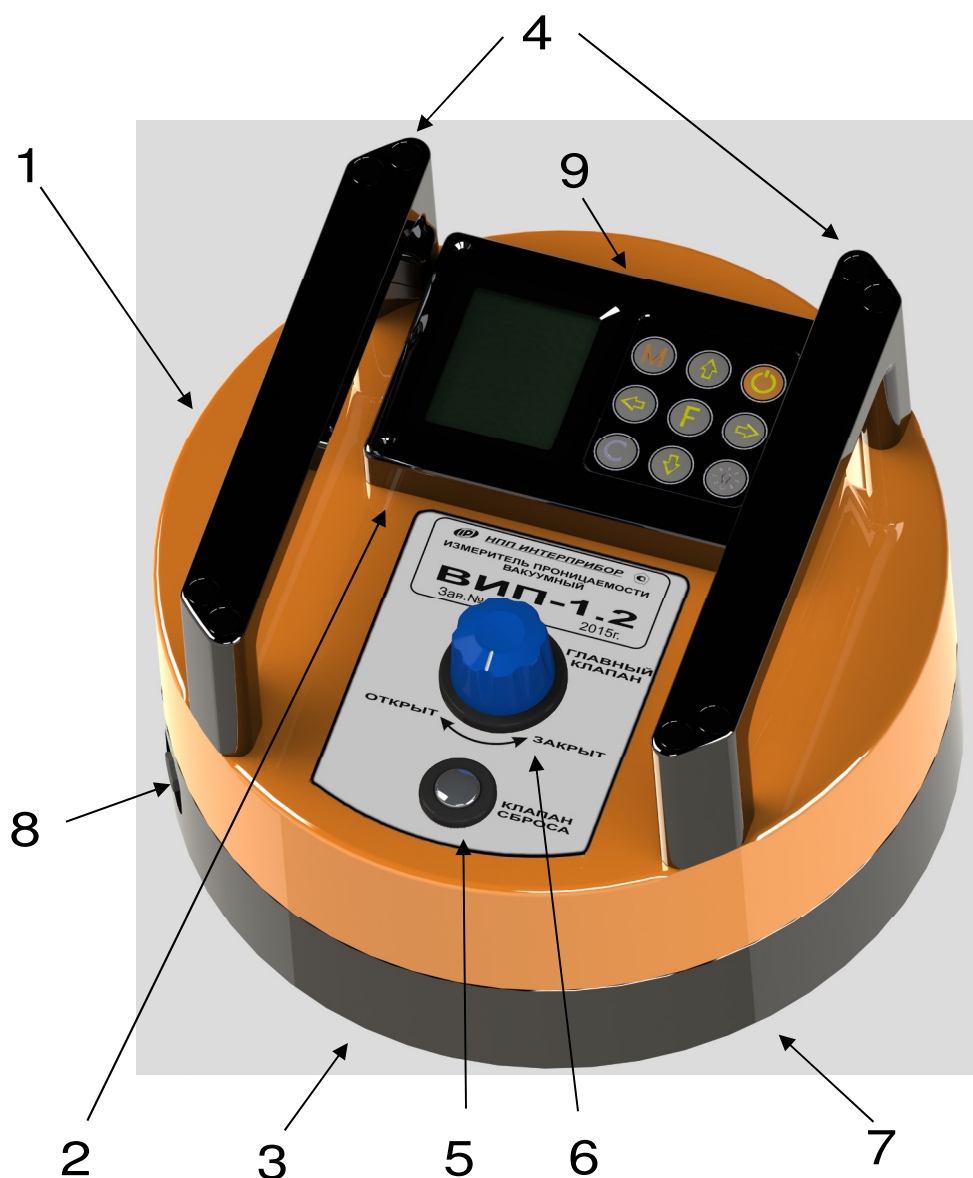

Рисунок 1 - Внешний вид прибора
Прибор (рисунок 1) представляет собой моноблочное устройство, в котором объединены измерительный блок 1, встроенный вакуумный насос (на рисунке не показан) и электронный блок 2.
4.5.4 Пункт главного меню **АТМОСФЕРНОЕ ДАВЛЕНИЕ** позволяет перед каждым испытанием измерять и сохранять в памяти прибора величину атмосферного давления, необходимого для корректного вычисления параметров проницаемости. При открытом клапане 7 (рисунок 1), нажав клавишу , электронный блок сохранит текущее значение атмосферного давления. При нажатии клавиши  или  прибор выйдет в главное меню.
После нажатия клавиши **M** начнется запись процесса измерения давления, и прибор выдаст сообщение о необходимости «Открыть клапан». Одновременно с этим будет запущен таймер обратного отсчета времени, в течение которого кнопку **6** с маркировкой «Главный клапан» (рисунок 1) надо нажать. Откроется клапан 7, находящийся на нижней поверхности прибора.